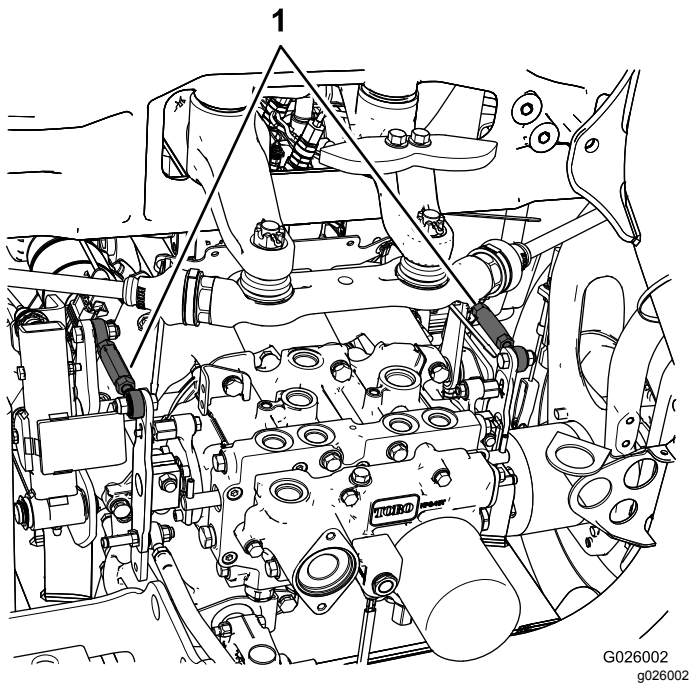

図 50
- 左後タイヤが回転している場合には、左側トランスミッション・コントロールロッドのジャムナットをゆるめる **図 50**。